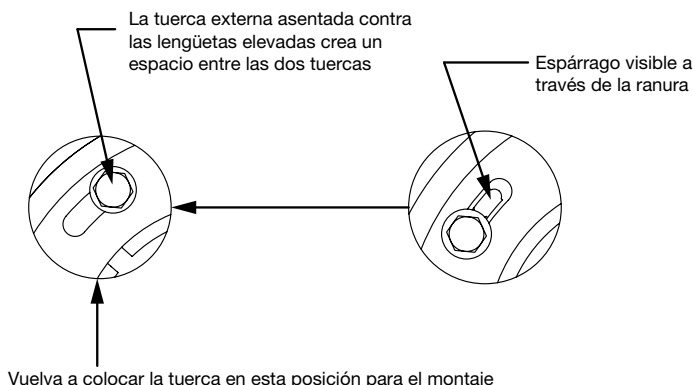

Figura 6. Posición de la tuerca externa para la instalación
2. Afloje los pernos de montaje de cabeza hexagonal y coloque la tuerca externa de modo que esté asentada en la parte superior de las lengüetas elevadas, lo cual crea un espacio entre las tuercas externa e interna. La tuerca externa debe girarse hacia la izquierda de modo que los pernos estén sostenidos contra el lado de la ranura como se muestra en la figura 6. Enrosque los pernos de cabeza hexagonal en la tuerca interna a través de cada una de las ranuras en la tuerca externa alrededor de 3 vueltas.